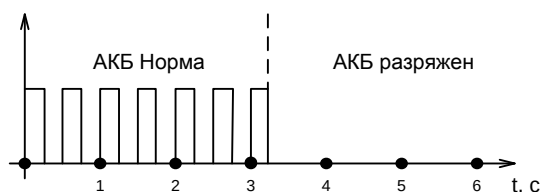

Рис. 12 Контроль состояния АКБ при рестарте
- ✓ Проверка состояния АКБ при рестарте. Если АКБ заряжен то индикатор CHARGE будет мигать кратковременными вспышками два раза в секунду, если АКБ разряжен, то индикатор CHARGE будет отключен (70 секунд) (рис. 12).